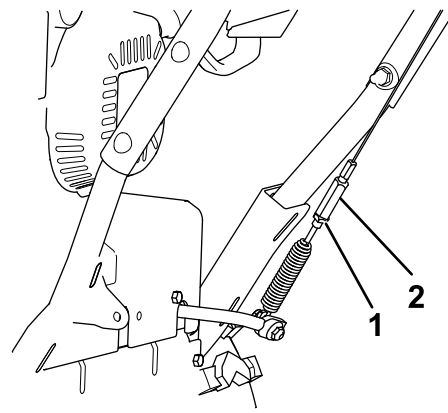

Figura 32
5. Slăbiți contrapiulia (Figura 32).
6. Slăbiți sau strângeți întinzătorul care reglează tensionarea cablului (Figura 32).